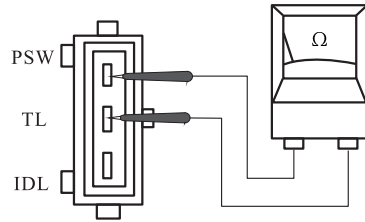

图 4-9 检查怠速端子电阻
2) 检测全开触点端子电阻。拔下传感器接线插头,用万用表的电阻档测量传感器的全开触点端子(PSW)与可动端子(TL)之间的电阻值,其电阻值应为 ∞ ,如图4-9所示。转动节气门轴约 55° ,电阻值应为 0Ω 。